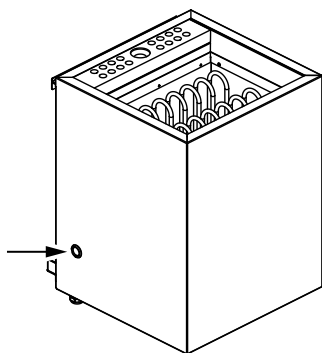

Bild 16. Återställning av överhettningsskydd för ånggenerator
- Kontrollera att inte överhettningsskyddet har löst ut. (Bild 16. Återställning av överhettningsskydd för ånggenerator)
- Instruktioner för återställning av ånggeneratorns överhettningsskydd (Bild 16. Återställning av överhettningsskydd för ånggenerator)